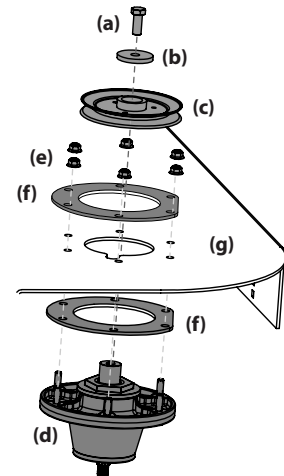

Figure 4-24
6. Retirez le boulon hexagonal (a) et la rondelle plate (b) qui fixent la poulie de fusée (c) au boîtier de fusée (d). Voir Figure 4-24.
7. Enlevez les écrous autobloquants à bride (e) qui retiennent la fusée (d) et les deux plaques de support (f) au boîtier du plateau (g). Voir Figure 4-24.
8. Pour installer la fusée, répétez les étapes ci-dessus dans l'ordre inverse. Pour installer la nouvelle fusée, suivez les instructions comme indiqué dans la figure 4-24. Serrez les boulons hexagonaux (a) à un couple de 70 à 90 pi-lb et les écrous autobloquants à bride (e) à un couple de 21 à 32 pi-lb.